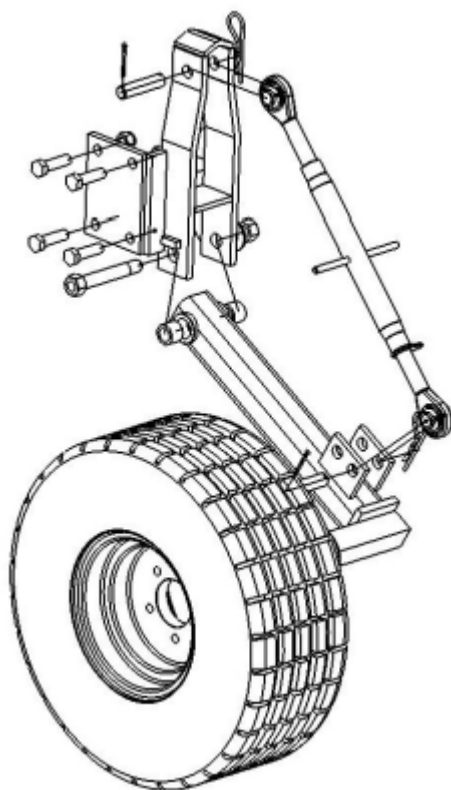

Рисунок 3.
- Смонтировать опорные колеса (рис. 3)